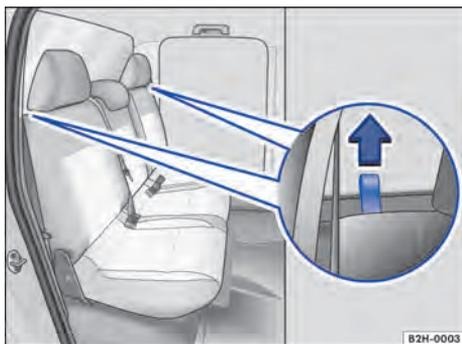

Fig. 61 Asiento trasero: lazos para desbloquear el respaldo.
- Tire simultáneamente de los lazos situados a ambos lados del respaldo en el sentido de la flecha → Fig. 61.